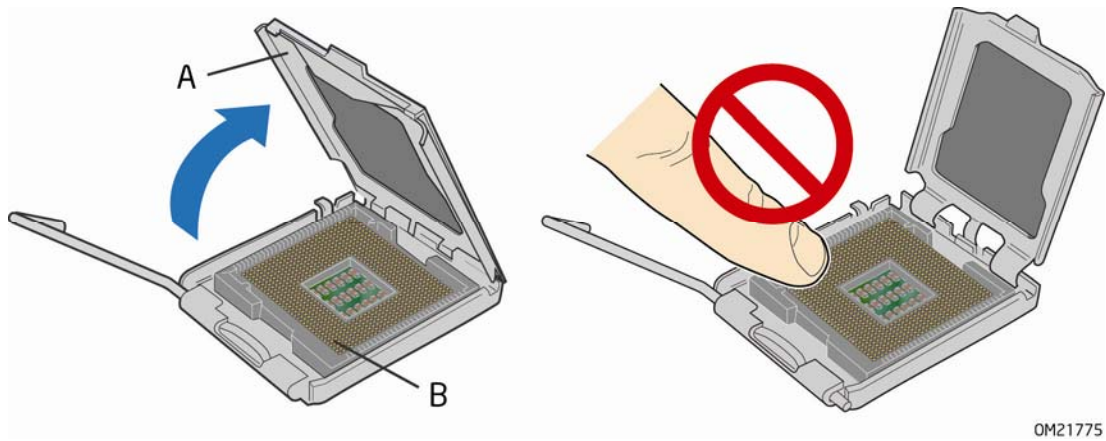

图 7. 抬起压板
3. 抬起压板（图 7 中的 A）。切勿触碰插槽触点（图 7 中的 B）。